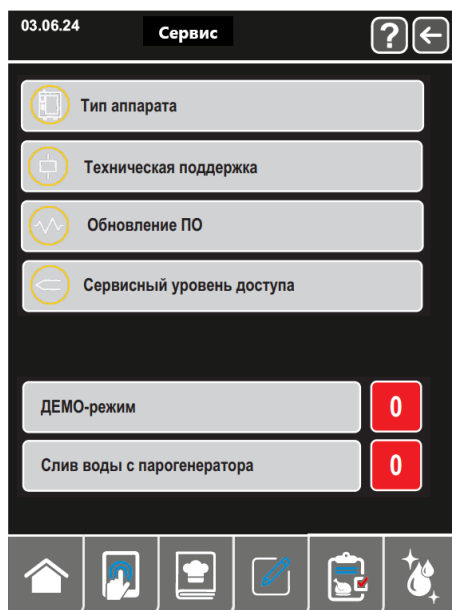
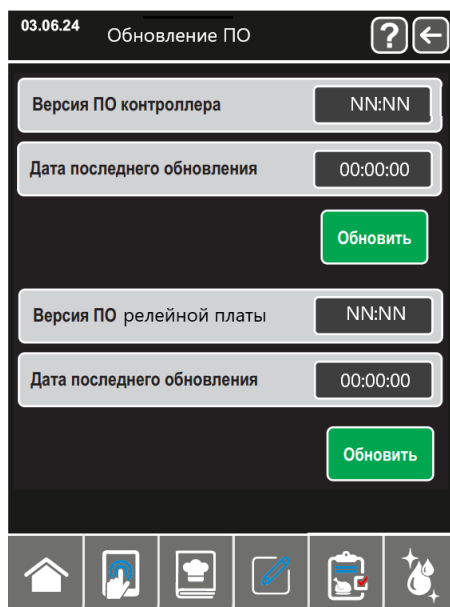
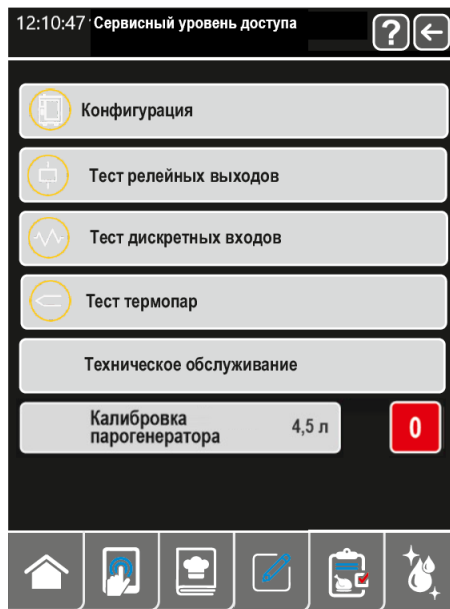

Рис.15.7 Окно Сервис
Рис.15.9 Окно Обновление ПО
Рис.15.10 Окно Сервисный уровень доступа
5.6.5 На окне «Настройки» нажать строку **Сервис** отобразится окно рис.15.7.
5.6.5.2 В окне сервис рис..15.7 нажмите на строку Техническая поддержка, отобразится окно с номерами телефонов сервисной поддержки. Для возврата в окно «Сервис» нажмите кнопку .
5.6.5.3 В окне сервис рис.15.7 нажмите на строку Обновление ПО, отобразится клавиатура и сообщение введите пароль для доступа. Введите пароль 0000. Откроется окно Обновление ПО рис. 15.9.
5.6.5.4. В окне «Сервис» рис. 15.7 выберите «Сервисный уровень доступа». Введите пароль 0000. Отобразится окно «Сервисный уровень доступа» рис. 15.10
5.6.5.4.1 В окне «Сервисный уровень доступа» рис. 15.10 нажмите на строку Тест релейных выходов. Отобразится окно рис. 5.12. Все выходы реле на релейном контроллере ППЗ отключатся.
5.6.5.4.2 В окне «Сервисный уровень доступа» рис. 15.10 нажмите на строку Тест дискретных входов. Отобразится окно рис. 5.13.
5.6.5.4.3 В окне «Сервисный уровень доступа» рис. 15.10 нажмите на строку Тест термопар. Отобразится окно рис. 5.14. Все выходы реле на релейном контроллере ПП3 отключаться.
5.6.5.4.4 В окне «Сервисный уровень доступа» рис. 15.10 нажмите на строку Техническое обслуживание. Отобразится окно рис. 5.15.
5.6.5.4.5 В окне «Сервисный уровень доступа» рис. 15.10 в строке калибровка парогенератора имеется кнопка для её запуска. При необходимости провести новую калибровку объёма воды парогенератора нажмите кнопку .